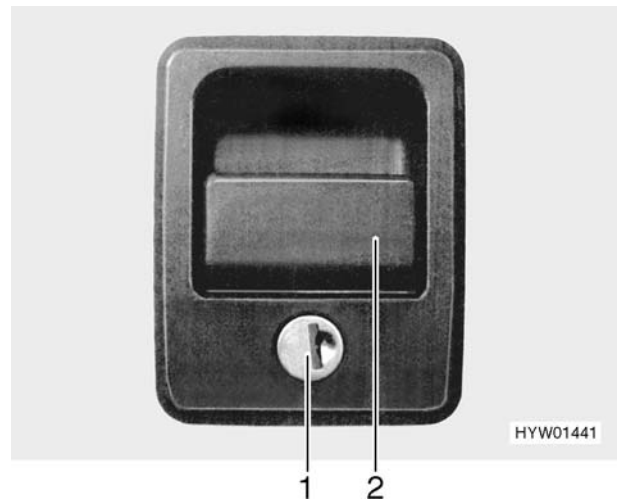

Fig. 33 Serratura dello sportello (variante 1)
- Inserire la chiave nel cilindro della serratura (Fig. 33,1) e girare in senso antiorario di un quarto di giro. La serratura dello sportello è aperta.
- Tirare la maniglia della serratura (Fig. 33,2). In questo modo si apre lo sportello esterno.